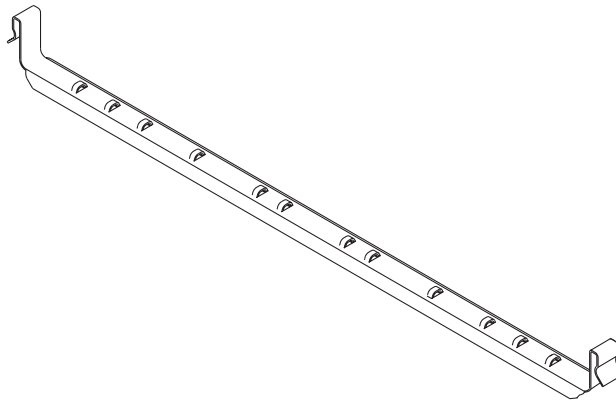
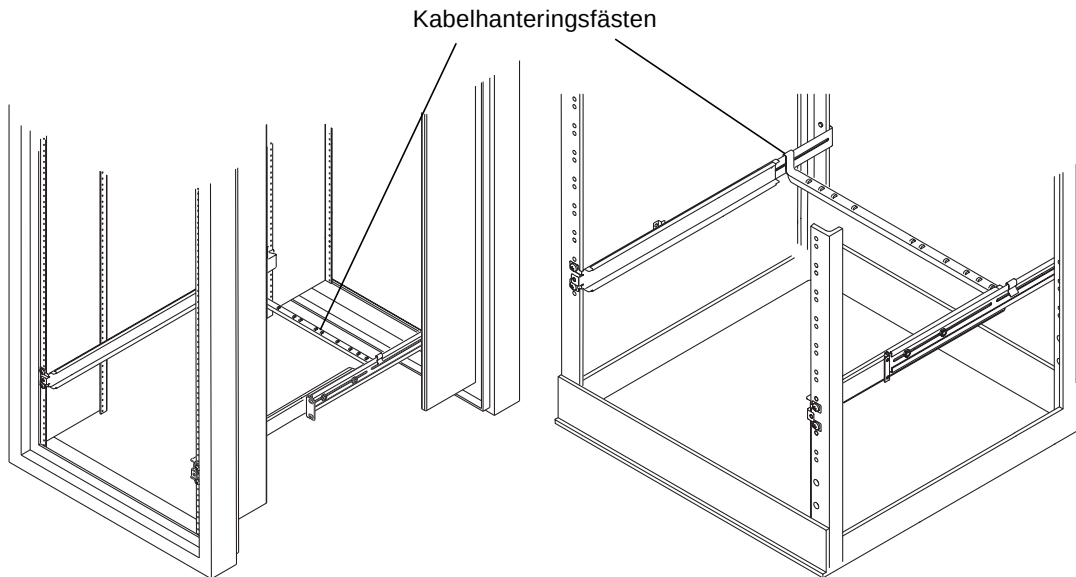

BILD 3-7 Kabelhanteringsfästen
BILD 3-8 Kabelhanteringsfästen installerade i båda expansionsracken
12. Dra kabelhanteringsfästena över fästskenorna på systemets baksida. Se BILD 3-7 och BILD 3-8.